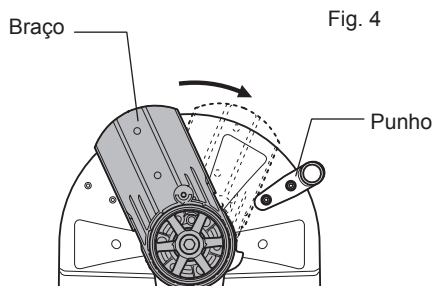

Fig. 4
- (5) Gire o braço até entrar em contato com o punho e retorne com a mão o eixo da trava para a posição original. (Fig. 4)